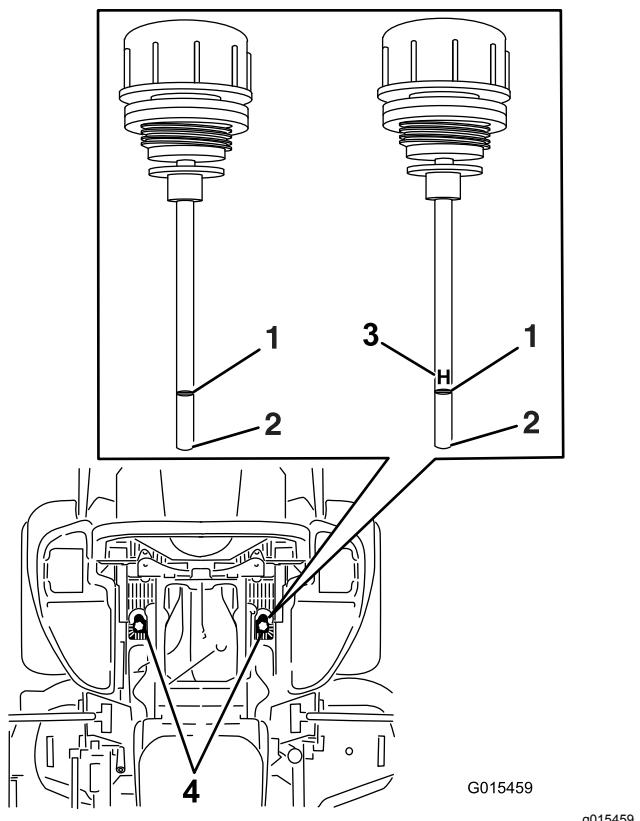

Figure 88
6. Nettoyez la surface autour des jauge des réservoirs du système hydraulique (Figure 88).
7. Sortez une jauge du réservoir hydraulique (Figure 88).
9. Ressortez la jauge et examinez l'extrémité (Figure 88).